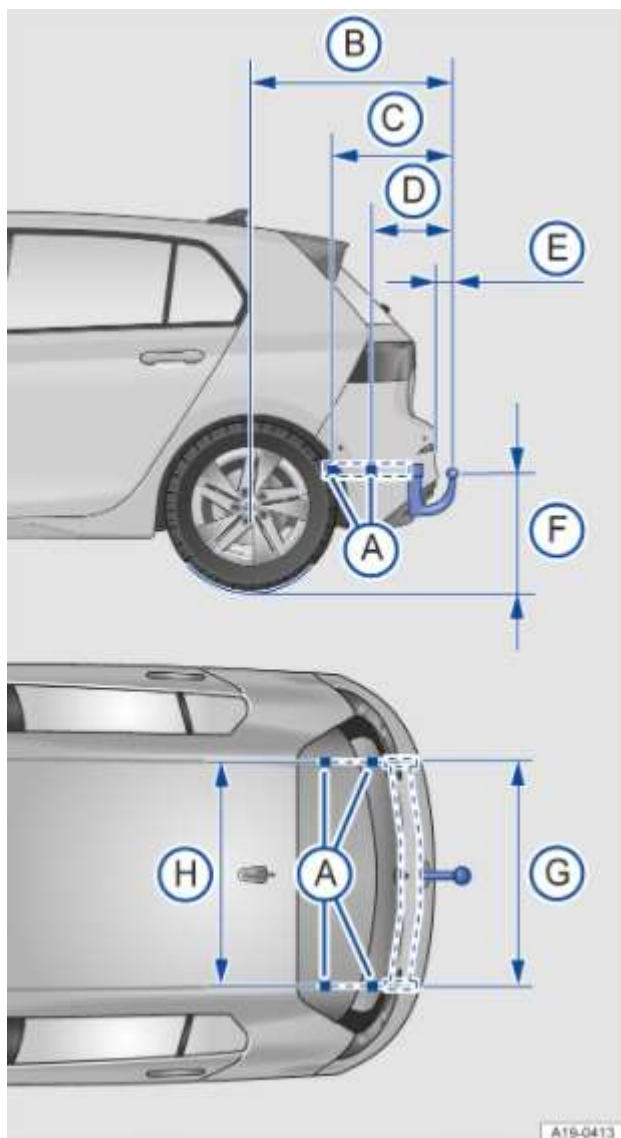

Fig. 153 Cotes et points de fixation pour l'installation d'un dispositif d'attelage en deuxième monte
En cas de montage ultérieur d'un dispositif d'attelage, respectez impérativement les cotes d'écartement → Fig. 153. La cote plus petite allant du milieu de la boule d'attelage jusqu'à la chaussée (F) ne doit en aucun cas être inférieure à celle indiquée. Cela est également valable lorsque le véhicule est entièrement chargé, poids sur flèche maximal compris.